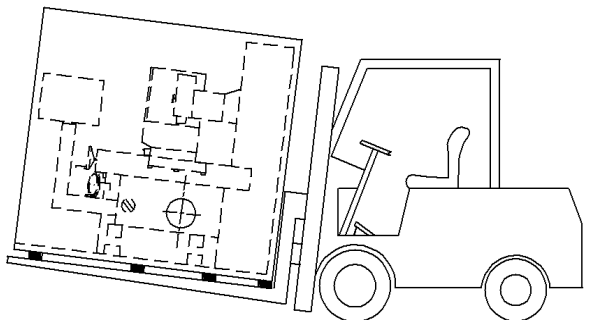

Рис.4.2.1
- (2) Грузоподъемность погрузчика должна превышать вес перемещаемого груза.
- (3) Способ транспортировки показан на Рис.4.2.1, длина вилок погрузчика должна быть достаточной, чтобы они проходили по всей длине станка.
- (4) Не поднимайте упаковку выше чем на 120 мм.
- (5) Оператор погрузчика должен иметь соответствующую квалификацию и допуск к работам.